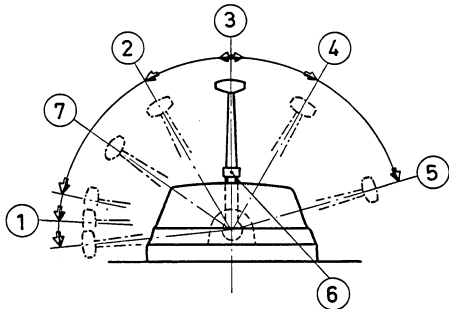

Fig. 8 Teleflex controls
- 2 Bedienungshebel in Neutrallage führen. Bedienungshebel mit der Auskuppelungssperre auskuppeln, so daß nur die Motordrehzahl beeinflusst wird. Den Hebel so stellen, daß $\frac{1}{4}$ der Höchstdrehzahl erhalten wird, siehe Abb. 8.